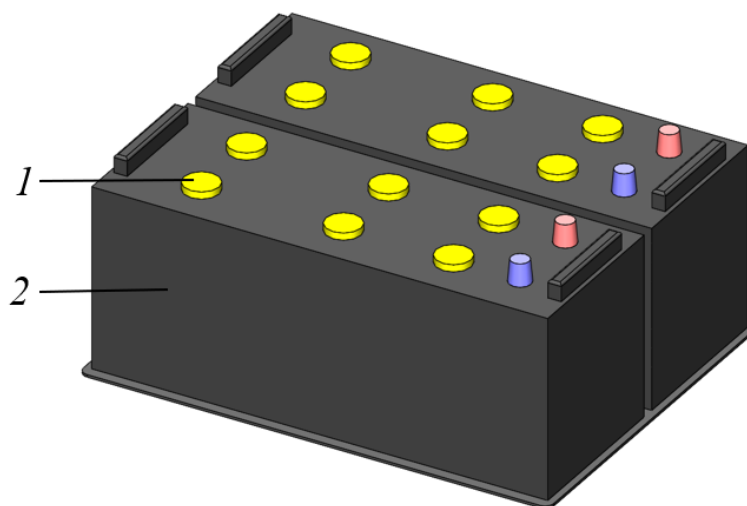

Рисунок 5.62. Аккумуляторные батареи
- Открыть пробки наливных горловин (для открытия вращать пробку против часовой стрелки) аккумуляторной батареи, рис. 5.62.
- ▶ Открыть пробки наливных горловин (для открытия вращать пробку против часовой стрелки) аккумуляторной батареи, рис. 5.62.